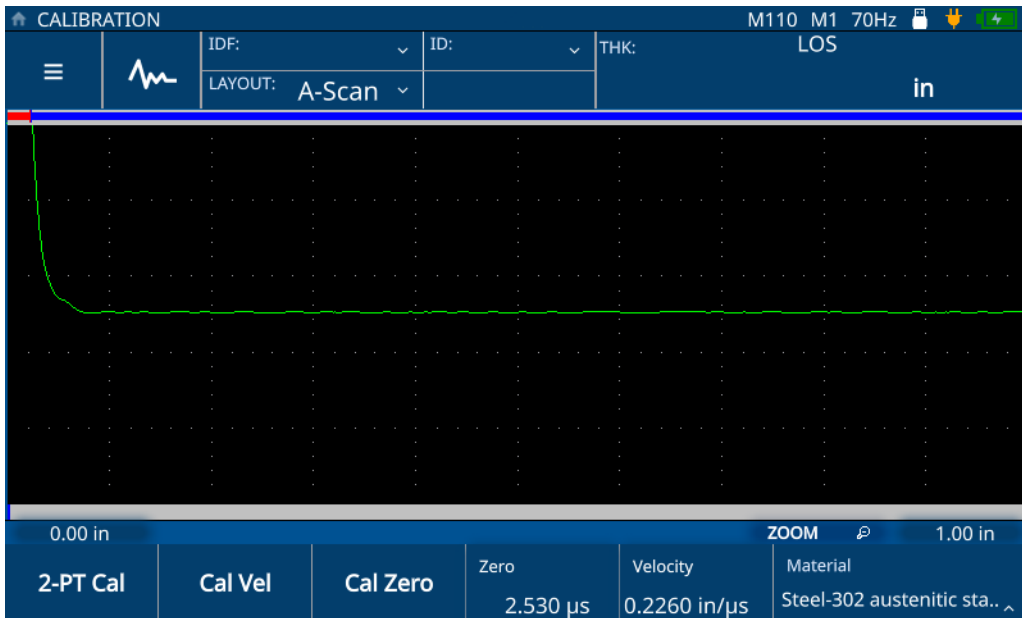

図 5-1 校正メニュー
2. CAL ボタンを押して Calibration (校正) メニューを開きます (42 ページの図 5-1 参照)。
2. CAL ボタンを押して Calibration（校正）メニューを開きます（42 ページの図 5-1 参照）。